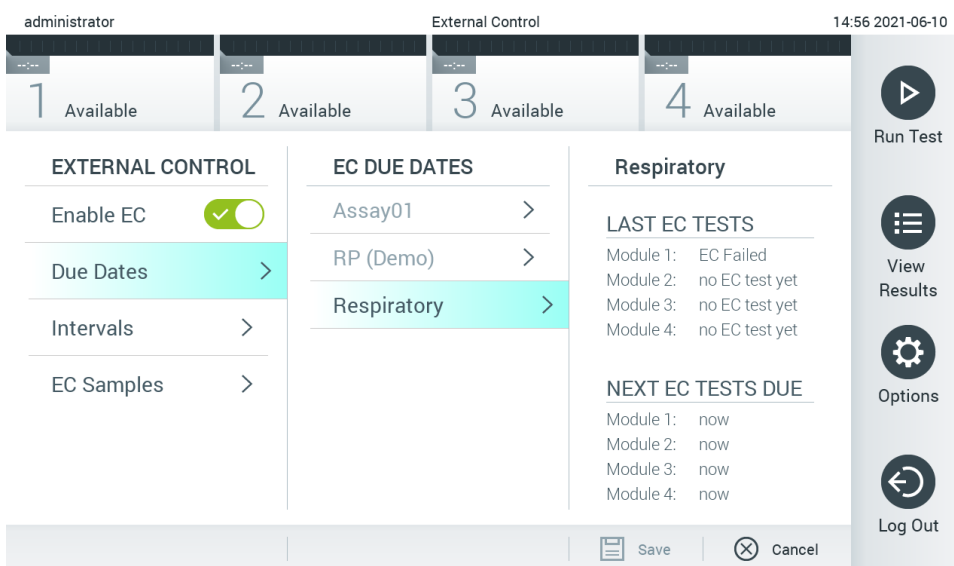

Figura 51. Ecranul External Control Due Dates (Date scadente substanțe de control externe).
3. Selectați **Due Dates** (Date scadente), apoi un test din listă pentru a vedea când a fost efectuată ultima testare a substanței de control externe, pe test și pe modul analitic, precum și data de scadență a următoarei testări a substanței de control externe (Figura 51).